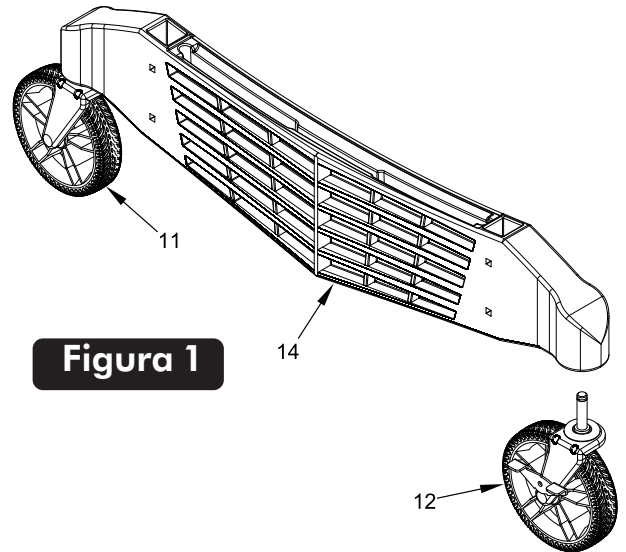

Figura 1
2. Inserte una Llanta sin Seguro #11 y una Llanta con Seguro #12 en el Carril con Llantas #14. Asegúrese que las llantas estén insertadas completamente en el Carril con Llantas. Ensamble ambos Carriles con Llantas y las llantas de la misma manera. Vea la Figura 1.